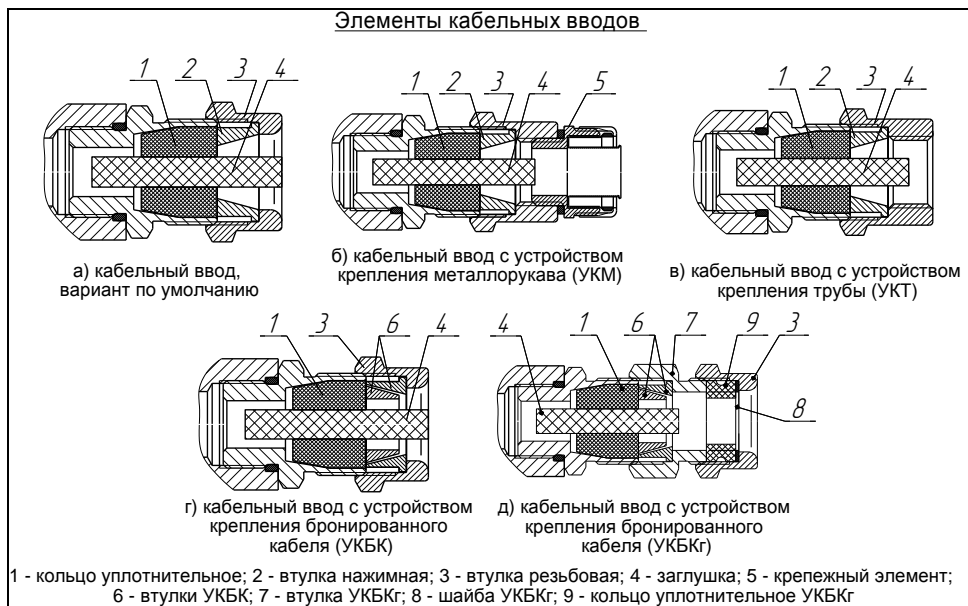

Рисунок 3 – Элементы кабельных вводов
2.2.6 Корпус изготавливается с кабельными вводами **D12** и **D18** (рисунок 3).
Кабельные вводы D12 или D18, изготавливаемые по умолчанию (рисунок 3а), содержат кольцо уплотнительное 1, втулку нажимную 2, втулку резьбовую 3, заглушку 4.
котором фиксируется металлорукав (рисунок 3б). Кабельный ввод D12 имеет варианты исполнения **УКМ10**, **УКМ12**, **УКМ15**, для крепления металлорукава с внутренним диаметром 10, 12 и 15 мм соответственно. Кабельный ввод **D18** имеет вариант исполнения **УКМ20** для крепления металлорукава с внутренним диаметром 20 мм. По согласованию с заказчиком возможны другие варианты устройства крепления металлорукава.
2.2.11 Варианты исполнения кабельных вводов с устройством крепления трубы (рисунок 3в) содержат втулку резьбовую 3 с внутренней резьбой под крепление трубы. Вариант исполнения кабельного ввода **УКТ1/2** предназначен для крепления трубы с наружной резьбой G1/2 для кабельного ввода D12. Вариант исполнения кабельного ввода **УКТ3/4** предназначен для крепления трубы с наружной резьбой G3/4 для кабельного ввода D18. По согласованию с заказчиком возможны другие варианты устройства крепления трубы.
2.2.12 Варианты исполнения кабельных вводов с устройством крепления бронированного кабеля (рисунок 3г) содержат втулки 6 для фиксации брони кабеля при наворачивании втулки резьбовой 3. Кабельный ввод D12 имеет вариант исполнения **УКБК16** для крепления бронированного кабеля с диаметром по броне до 16 мм. Кабельный ввод D18 имеет вариант исполнения **УКБК21** для крепления бронированного кабеля с диаметром по броне до 21 мм. УКБК обеспечивает надежное электрическое соединение оболочки бронированного кабеля с корпусом оповещателя.
2.2.13 Варианты исполнения кабельных вводов с устройством крепления бронированного кабеля герметичным (рисунок 3д) содержат втулки 6 для фиксации брони кабеля при наворачивании втулки УКБКг 7. Дополнительно, для герметизации по оболочке кабеля, в крепление устанавливаются кольцо уплотнительное УКБКг 9 и